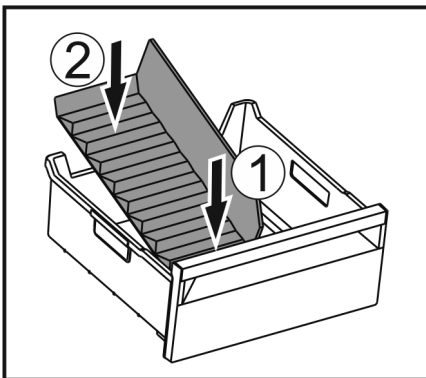

Fig. 64
- Installer la partie avant du séparateur de congélateur. Fig. 64 (1)
- Abaisser la partie arrière du séparateur de congélateur jusqu'au fond du tiroir. Fig. 64 (2)